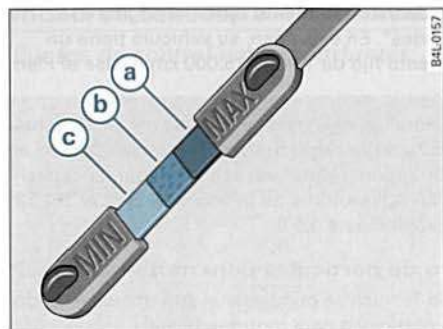
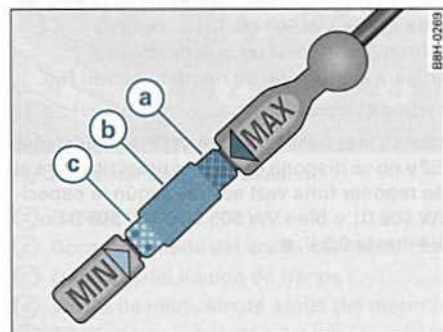

Fig. 216 Representación básica 1: Zonas marcadas en la varilla de medición de aceite
Fig. 217 Representación básica 2: Zonas marcadas en la varilla de medición de aceite
- A continuación, vuelva a extraerla y compruebe el nivel de aceite $\Rightarrow$ fig. 216 o bien $\Rightarrow$ fig. 217. En caso necesario, reponga aceite del motor $\Rightarrow$ página 252.